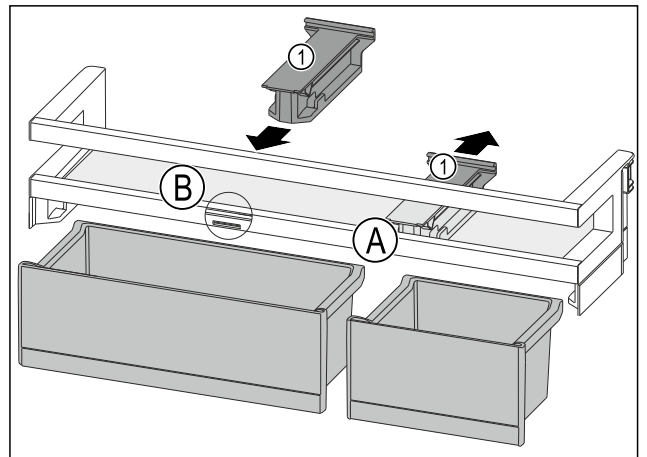

Fig. 85
- ▶ Retire la pieza de retención Fig. 85 (1) hacia atrás hacia la posición Fig. 85 (A).
- ▶ Inserte la pieza de retención Fig. 85 (1) en la posición Fig. 85 (B).